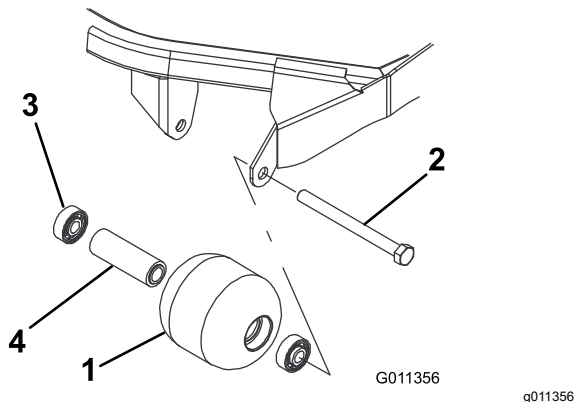

Figure 87
1. Retirez le boulon de fixation du galet (Figure 87).
1. Enfoncez le premier roulement dans le logement à la presse (Figure 87). Exercez la pression uniquement sur la bague extérieure ou uniformément sur les bagues intérieure et extérieure.
2. Insérez l'entretoise (Figure 87).
3. Enfoncez le second roulement dans le logement à la presse (Figure 87). Exercez une pression uniforme sur les bagues intérieure et extérieure jusqu'à ce que la bague intérieure rencontre la douille d'écartement.
4. Vérifiez l'état du logement des roulements, des roulements et de la douille d'écartement (Figure 87) Remplacez tout composant endommagé et procédez au remontage.